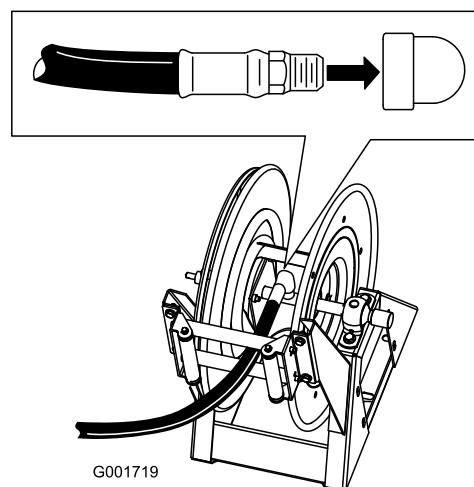

Figure 19
1. Enroulez du ruban Téflon autour du filetage du raccord du long flexible et montez le raccord sans le tube de raccordement sur le dévidoir (Figure 19).